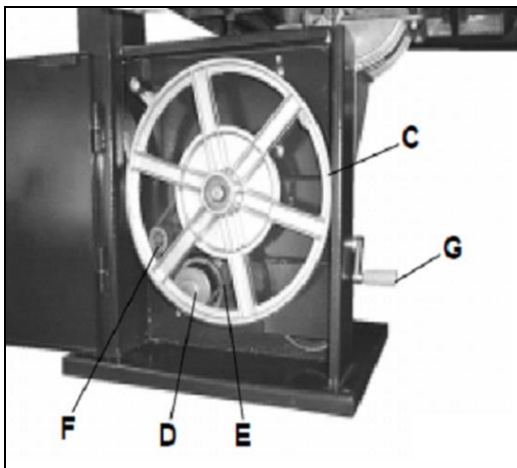

Fig 28
Das untere Bandrad (C, Fig 28) verfügt über zwei Poly-V-Riemenscheiben, der Motor verfügt über eine Zwillings-Poly-V-Riemenscheibe (D).